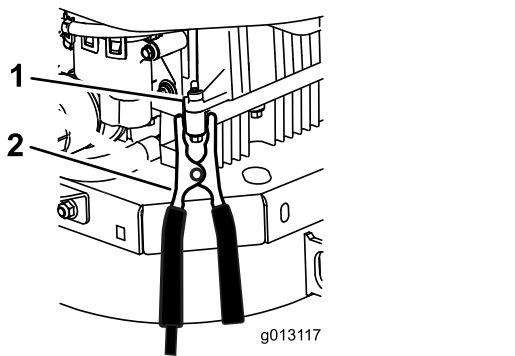

図 50
6. 最後の接続を、救援される側のエンジンブロックに行うバッテリーのマイナス端子ではなく。この状態で、バッテリーからはなれる図 50。